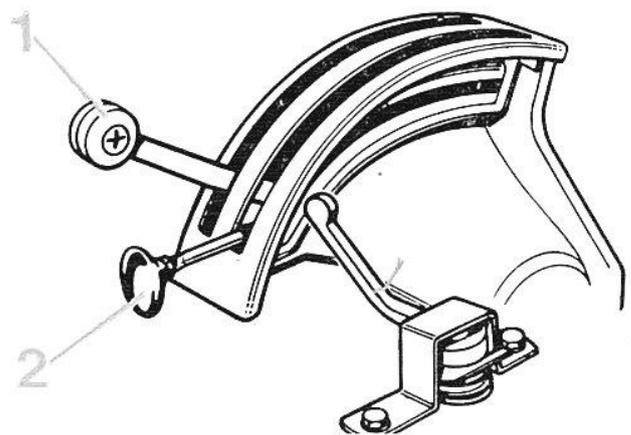
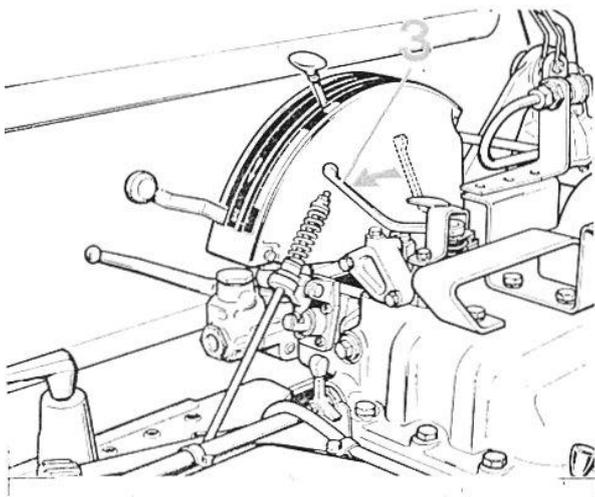

FIG. 25
FIG. 27
— POSITION 2 : vers un **vérin simple effet** branché sur la prise de pression (4). La commande de vérin s'effectue par l'intermédiaire du levier de contrôle de position (1 fig. 25) après avoir mis la manette de sensibilité (3 fig. 27) complètement en arrière.